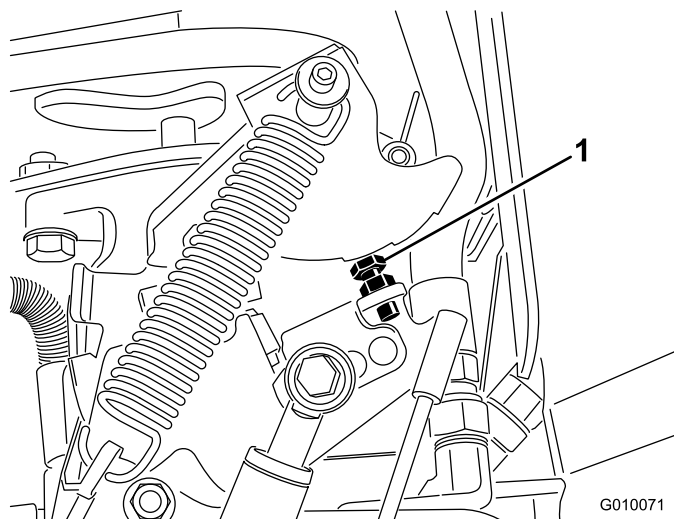

Figura 66
5. Se occorre regolare, girate il bullone di arresto della pompa (Figura 66) più vicino alla piastra di arresto per ridurre la distanza tra i fori, oppure giratelo lontano dalla piastra per aumentare la distanza tra i fori.